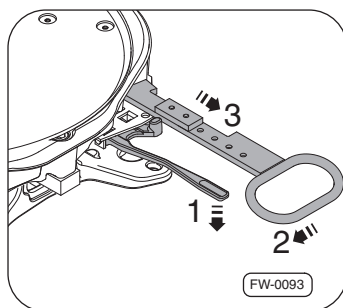

Рис. 8 · Открывание запора
1. При помощи большого пальца нажмите предохранительный рычаг вниз ⇒рис. 8, –стрелка 1– и поверните ручку отпираания влево –стрелка 2–.